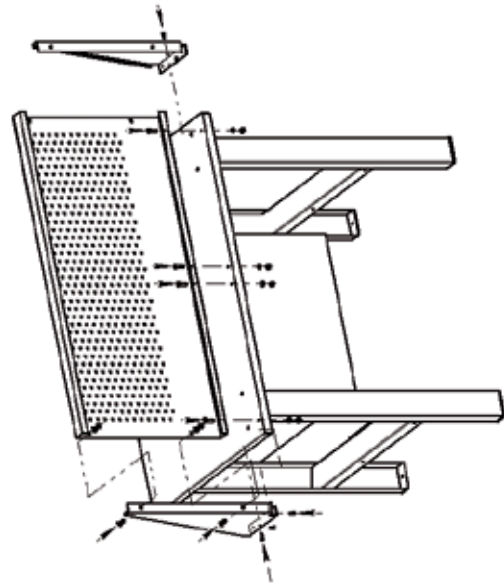

Рис.5
5. Перед креплением к верстаку экрана защитного 5 необходимо в столешнице, через имеющиеся отверстия в нижней части экрана защитного просверлить отверстия диаметром 7 мм. Установить на столешницу экран защитный и закрепить его (винт 11, гайка 13, шайба 14) (Рис.5).